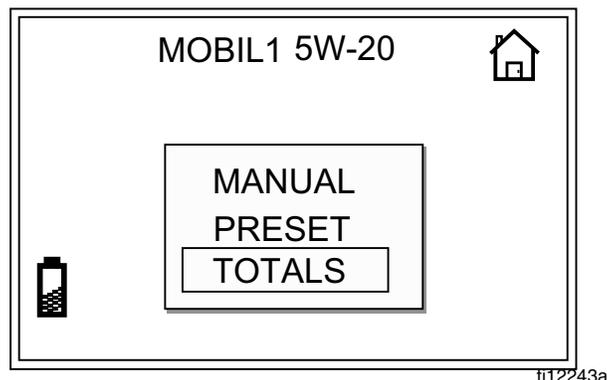

图 27
1. 在主屏幕上使用向上或向下箭头选择“总量”(图 27)。